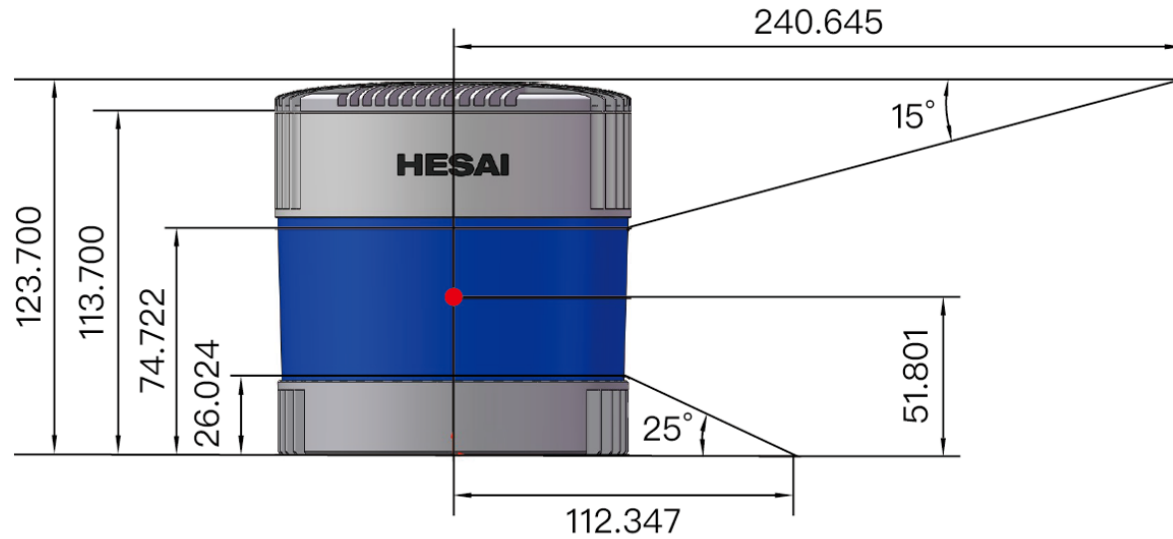

图 5. 激光器发光位置 (单位: mm)
- 坐标原点的准确位置标记为图 5. 激光器发光位置（单位：mm）中的红点，测量数据均以坐标原点为基准。